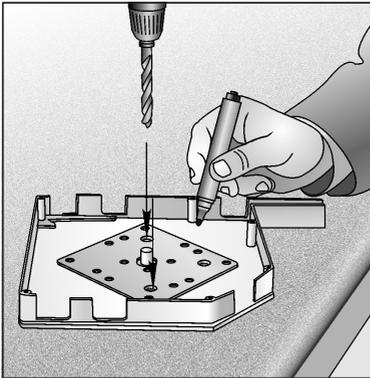

Abb. 01
- Markieren Sie nach Schablone entsprechend der Aufgabe auf einem der Deckel Position 2 der Löcher zur Befestigung des Getriebes (Abb. 01);